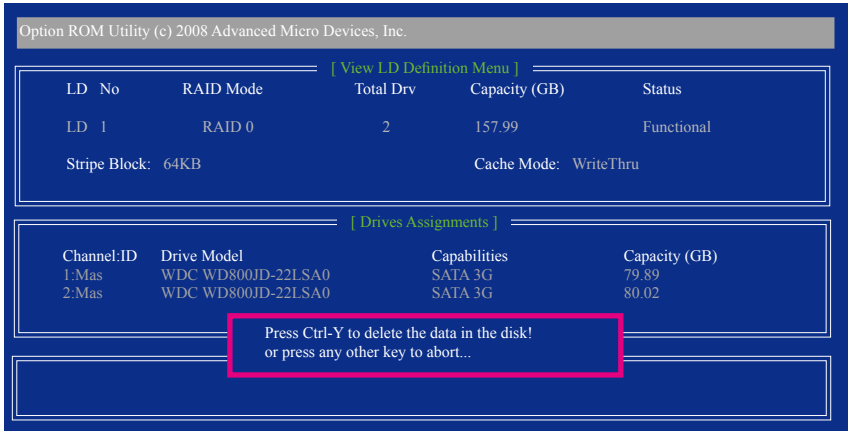

图9
- 2. 之后您将进入如图9的「View LD Definition Menu」窗口。在此窗口里您可以看到包含在此磁盘阵列的磁盘成员。若您确定要删除该磁盘，请按<Ctrl>+<Y>键或按任意键取消。